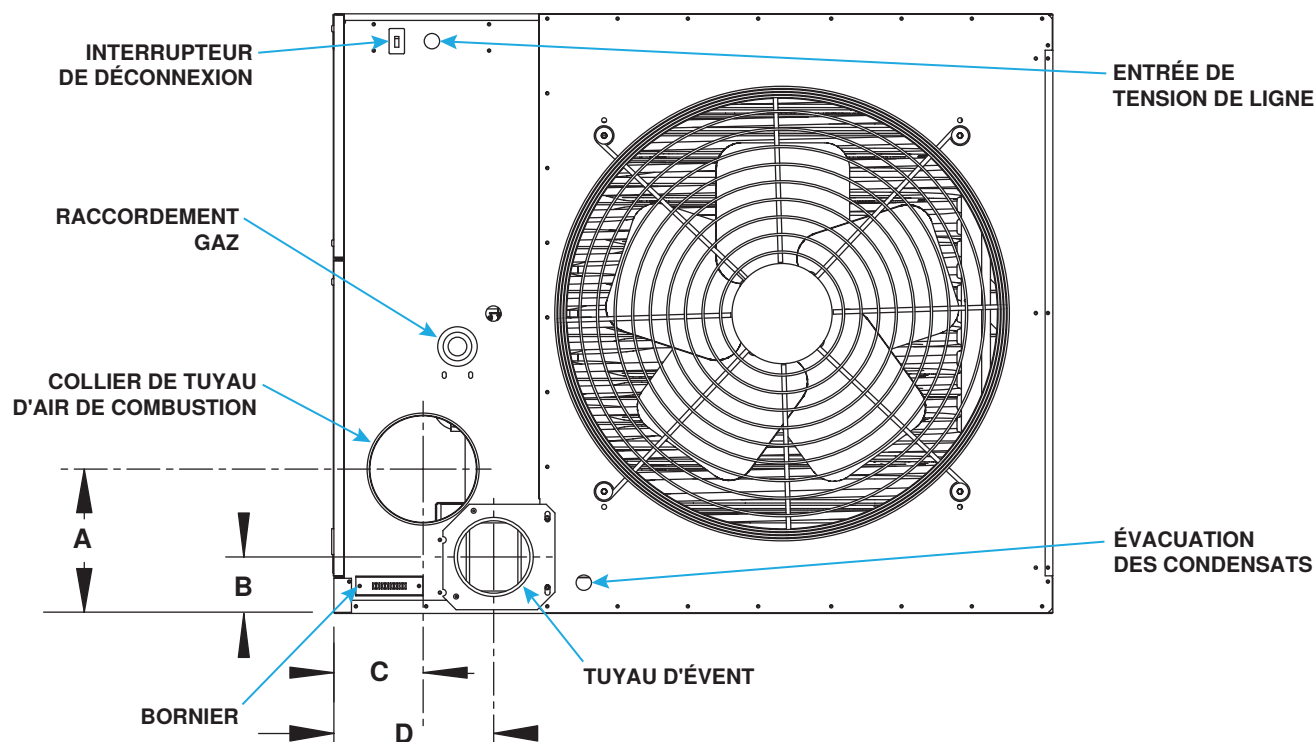

Figure 5. Connexions à l'arrière de l'unité—tailles d'unité 130–310 (reportez-vous au Tableau 10)
- Sortie de l'aérateur et entrée d'air de combustion : situées à l'arrière de l'appareil de chauffage (voir Figure 5).
Dimension (voir Figure 5) ou connexion	Taille de l'unité (MBTUh)